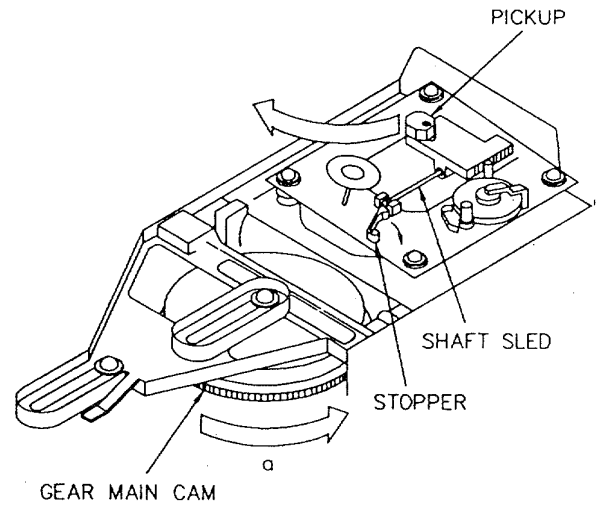

Figure 1
- 2) GEAR MAIN CAMを反時計方向 (“a” の方向) に回し、figure 1のようにCDメカを持ち上げる。
- 5) CDメカをfigure 1のように上げて、SHAFT SLEDを取り付ける。
- 2) Turn GEAR MAIN CAM to the counterclockwise (arrow “a”) direction, and lift up CD mechanism. (figure 1)
- 5) Lift up CD mechanism (figure 1), and Reassemble the SHAFT SLED.